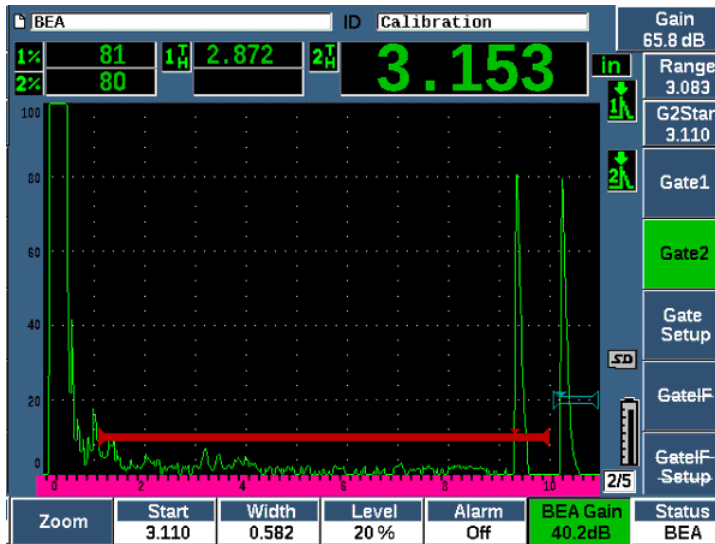

Figura 11-32 Regolazione del guadagno dell'eco di fondo
2. Regolare manualmente il guadagno o premere i tasti 2ND F, (AUTO XX%) per automaticamente regolare l'eco nel gate BEA all'altezza di riferimento (XX%) (vedere Figura 11-32 a pagina 306).